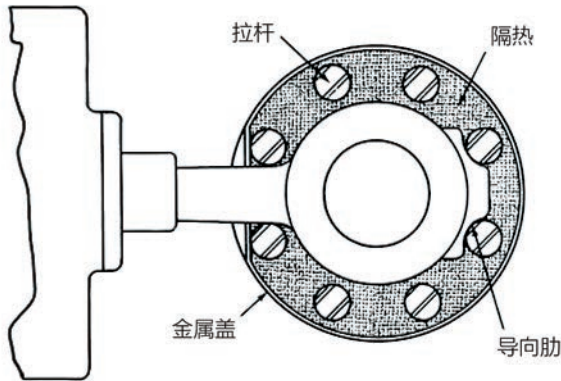

图 2
- 如果需要阀体隔热，不得隔热处理阀盖。图 2 显示了推荐的隔热方法。